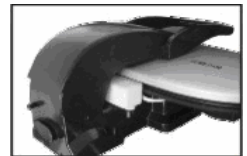

Abbildung 9
- a) Lösen Sie den Knopf (siehe Abbildung 9) (nur PIC 3000 D)